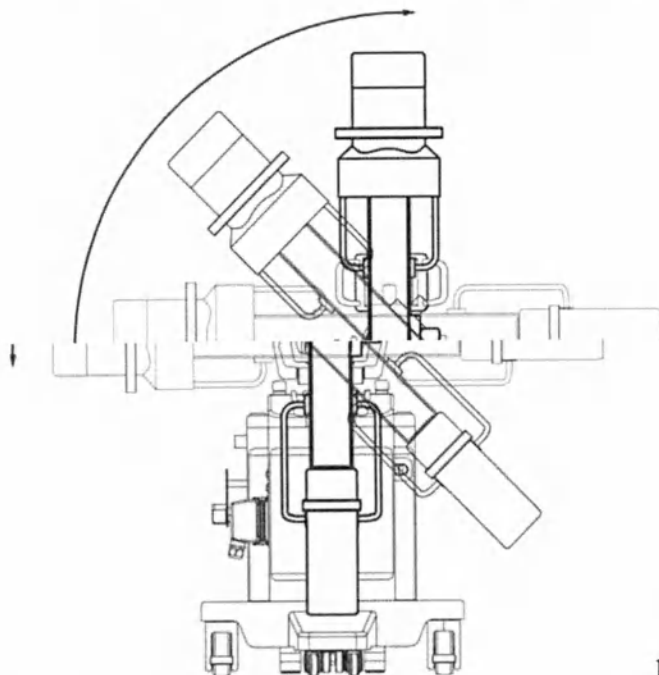

рис.8
2.2.2.1 Вращение С-Дуги по часовой стрелке и против часовой стрелки. Рис.8